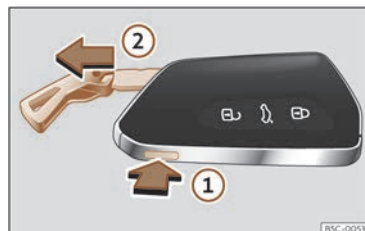

Abb. 69 Fahrzeugschlüssel: Schlüsselbart herausziehen.
- Drücken Sie die Taste >>> (**Abb. 69**) ①, um die Öse als Schlüsselband freizugeben und den Schlüsselbart herauszuziehen ②. Durch leichten Druck auf die Öse wird diese als Schlüsselband freigegeben.
- Zum Entriegeln drücken Sie die Taste >>> (**Abb. 69**) ①. Halten Sie die Taste ① gedrückt und ziehen Sie gleichzeitig die Öse in Pfeilrichtung >>> (**Abb. 69**) ②, um den Schlüsselbart vollständig herauszuziehen.